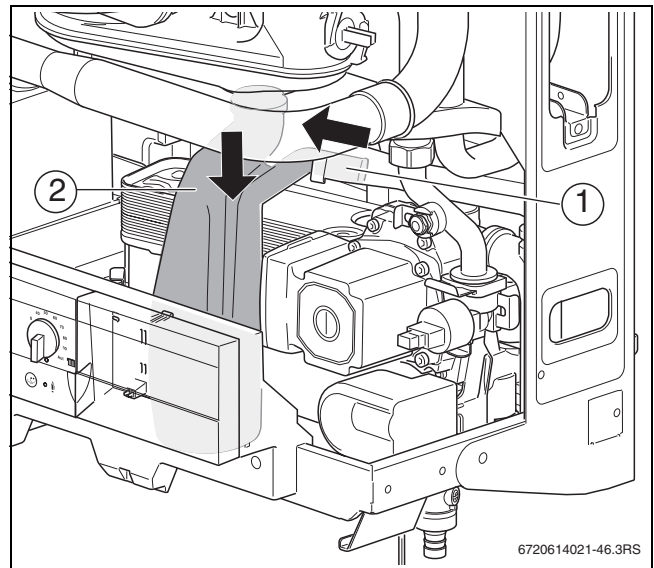

Bild 66 Siphon reinigen
- ▶ Siphon entfernen (→ Bild 66, Seite 56).